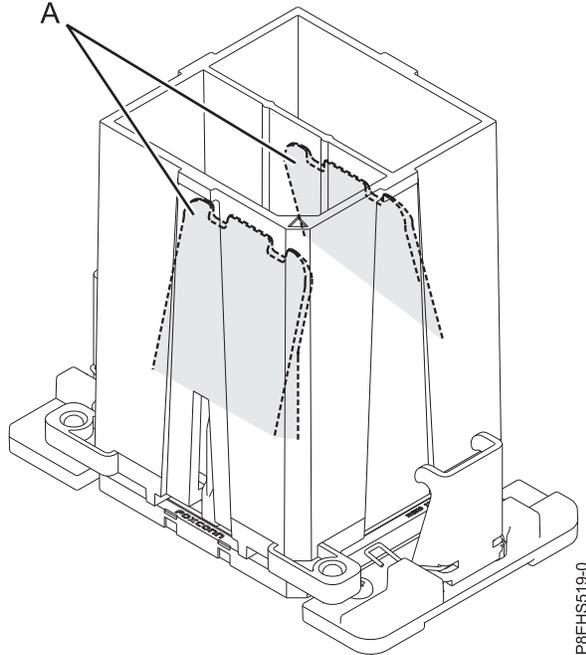

Figure 101. Retrait de l'outil du module processeur système
- c. Une fois que les trous et les broches de guidage de l'outil et du module processeur système sont correctement alignés, appuyez sur les deux pattes de déverrouillage de couleur bleue (A) et maintenez cette pression jusqu'à ce qu'une butée soit atteinte, comme illustré dans la figure 101, à la page 101. Ensuite, soulevez l'outil hors du module processeur système.